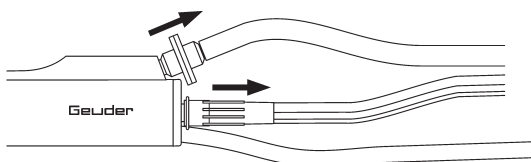

Abb. 3
- Entfernen Sie das Schlauchsystem gemäß Abb. 3.
- Entfernen Sie das Schlauchsystem gemäß Abb. 3: